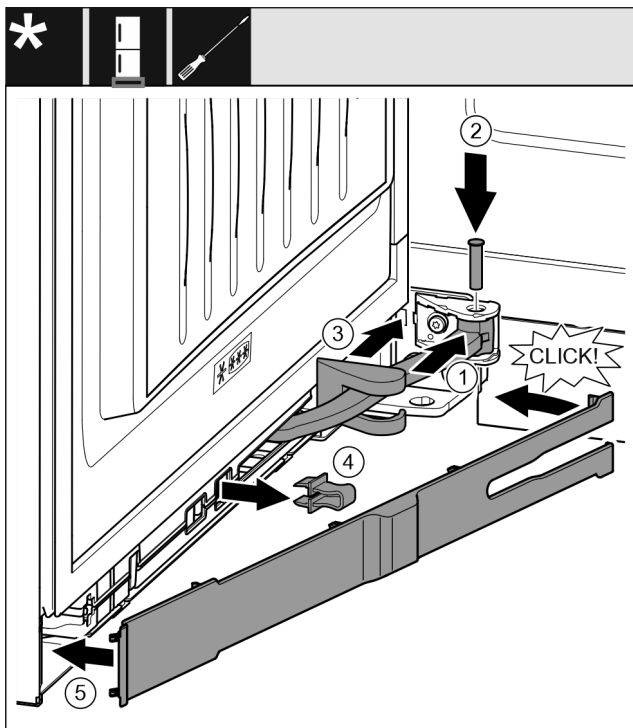

Fig. 47
- ▶ Rotiți articulația în sistemul de suspendare. Fig. 47 (1)
- ▶ Introduceți cu o șurubelniță T15 bolțul în sistemul de suspendare și articulație. Urmăriți ca respectiva cameră de cuplare să fie așezată corect în canelură. Fig. 47 (2)
- ▶ Împingeți capacul suportului de lagăr de-a lungul articulației și montați-l deasupra sistemului de suspendare. Fig. 47 (3)
- ▶ Detașați siguranța. Fig. 47 (4)
- ▶ Așezați și rabatați în interior masca pe partea mânerului. Fig. 47 (5)